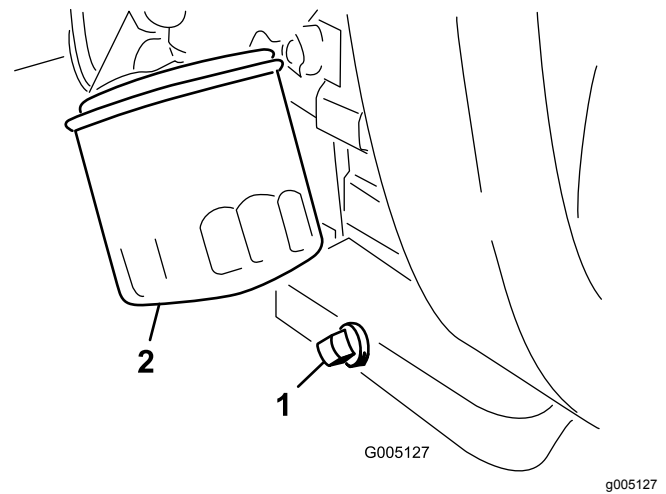

Bild 43
1. Entfernen Sie die Ablassschraube (Bild 43) und lassen Sie das Öl in die Auffangwanne ab.
2. Reinigen Sie das Gewinde der Ölablassschraube, bringen Sie etwas PTFE-Dichtmittel auf und schrauben Sie die Ablassschraube wieder auf (Bild 43).
3. Entfernen Sie den ÖlfILTER (Bild 43).